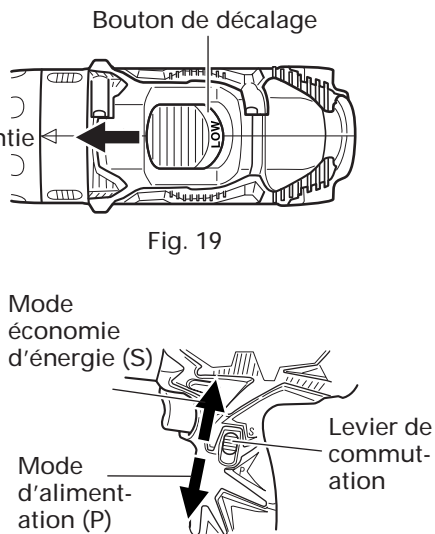

Fig. 20
(2) Comme l'illustre la Fig. 20, l'outil est réglé en mode d'alimentation (P) lorsque le levier de commutation est placé vers le bas. Lorsqu'il est placé vers le haut, l'outil est réglé en mode économie d'énergie (S).